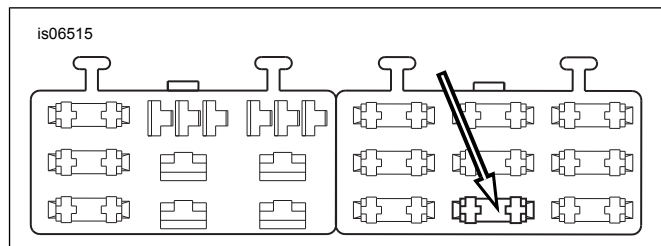

Figura 9. Cavidad "OPEN" del bloque de fusibles (Dyna de 2004 y posteriores)
4. Vea Figura 9. Localice la cavidad del fusible (1) indicada como "OPEN" (abierto) en la cubierta del bloque de fusibles en el bloque de fusibles del lado derecho. Debe haber un cable alimentando un lado de este circuito pero no habrá ni un cable ni un fusible acoplados. Inserte el terminal en el cable del adaptador naranja/blanco hasta que se detenga. Vea algún terminal cercano instalado en la fábrica para compararlo y verificar que esté correctamente orientado y a la profundidad correcta.